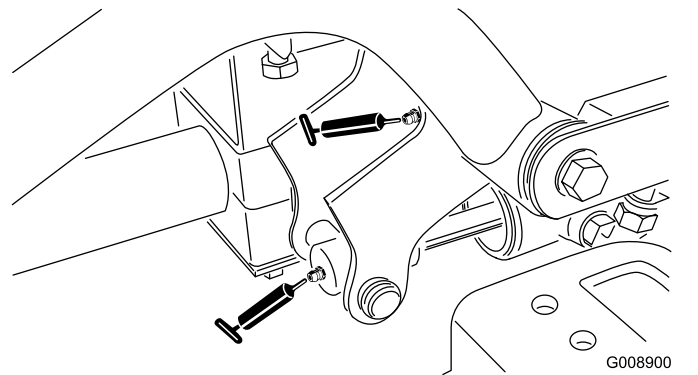

Bild 37
- 2 rechte vordere Hubarm-Drehbüchsen und Hubzylinder (Bild 37)